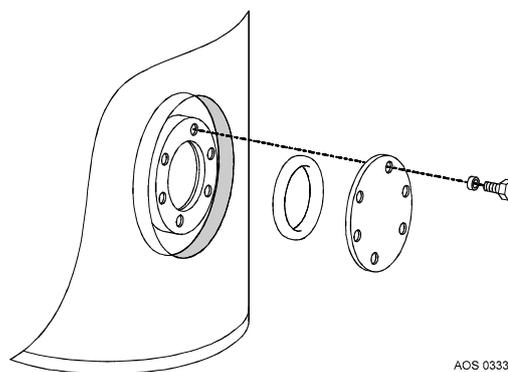

Figura 5 - Isolamento dos orifícios manuais
4. Abra os orifícios manuais e inspecione os ânodos. Para garantir um isolamento a prova de água dos orifícios manuais, as juntas-O de borracha nos referidos orifícios devem ser renovadas, caso os orifícios manuais tenham sido abertos (veja figura 5).